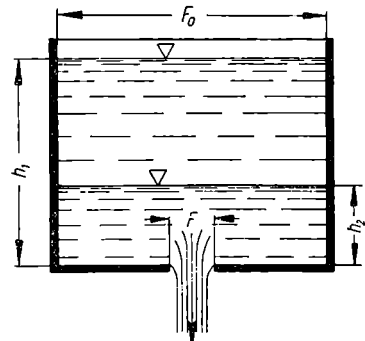

Bild 255
72. In welcher Zeit sinkt der Wasserspiegel eines prismatischen Gefäßes von der Höhe h_1 auf h_2 infolge Ausfließens von Wasser aus einer Bodenöffnung (Bild 255)?